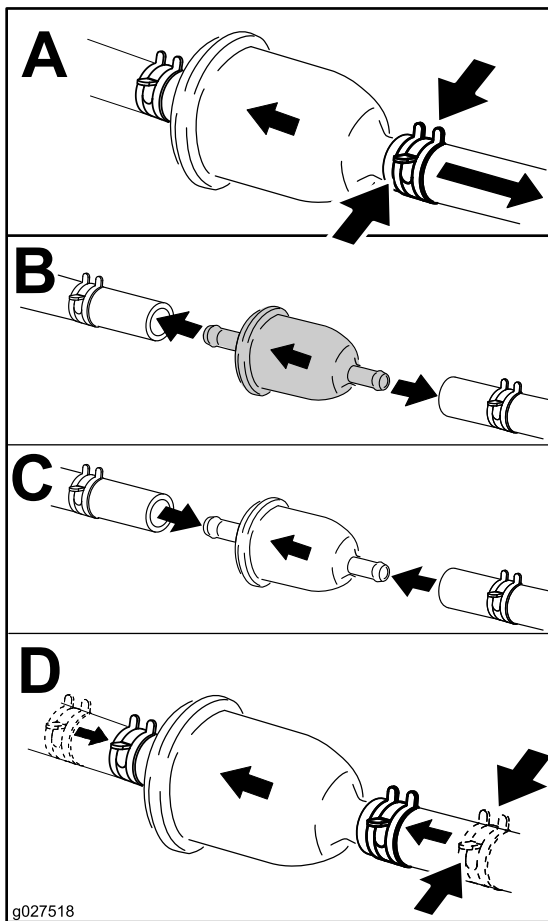

Bild 46
4. Wechseln Sie den Kraftstofffilter aus, wie in Bild 46 abgebildet.